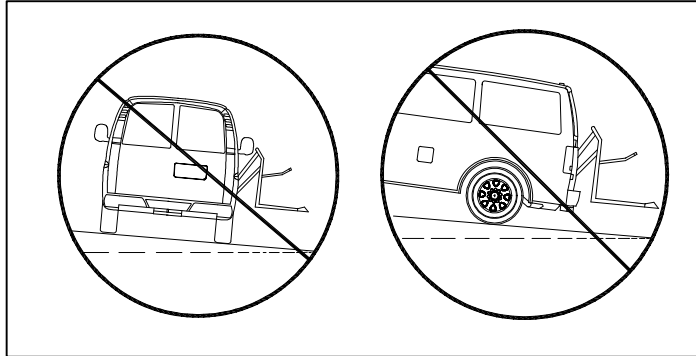

BILD 1: FARLIG LUTNING AV FORDONET
- Se **bild 1**. Det är farligt att använda hissen när fordonet är parkerat på en sluttning. Använd alltid hissen med fordonet parkerat på slät mark.